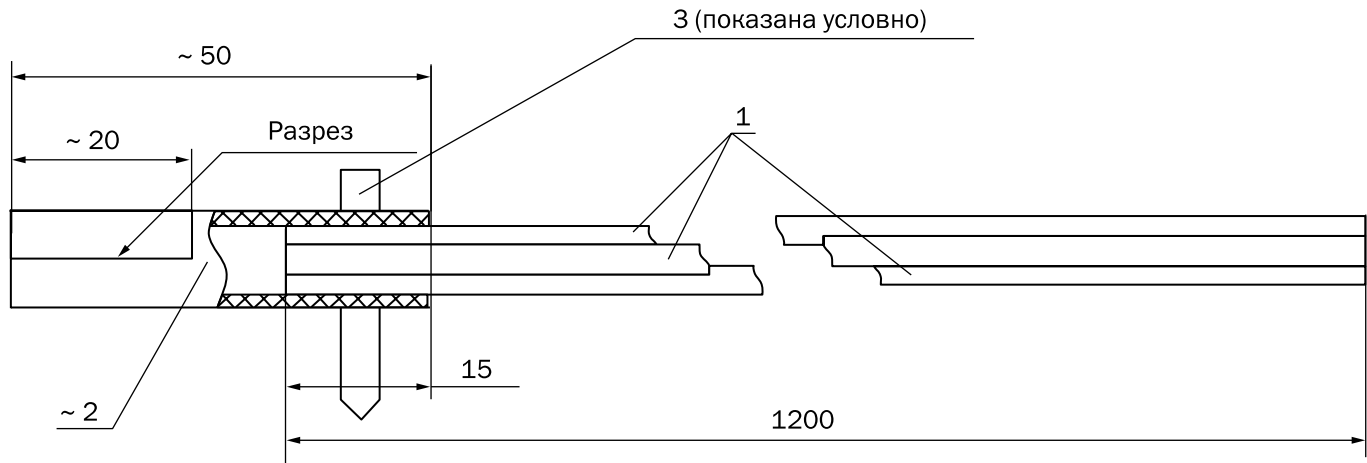

Рис. 1. Адаптер для оптического волокна типа АОВ-3
1. Адаптеры (рис. 1) предназначены для распределения и выкладки технологического запаса ОВ в муфтах и кроссовых шкафах.